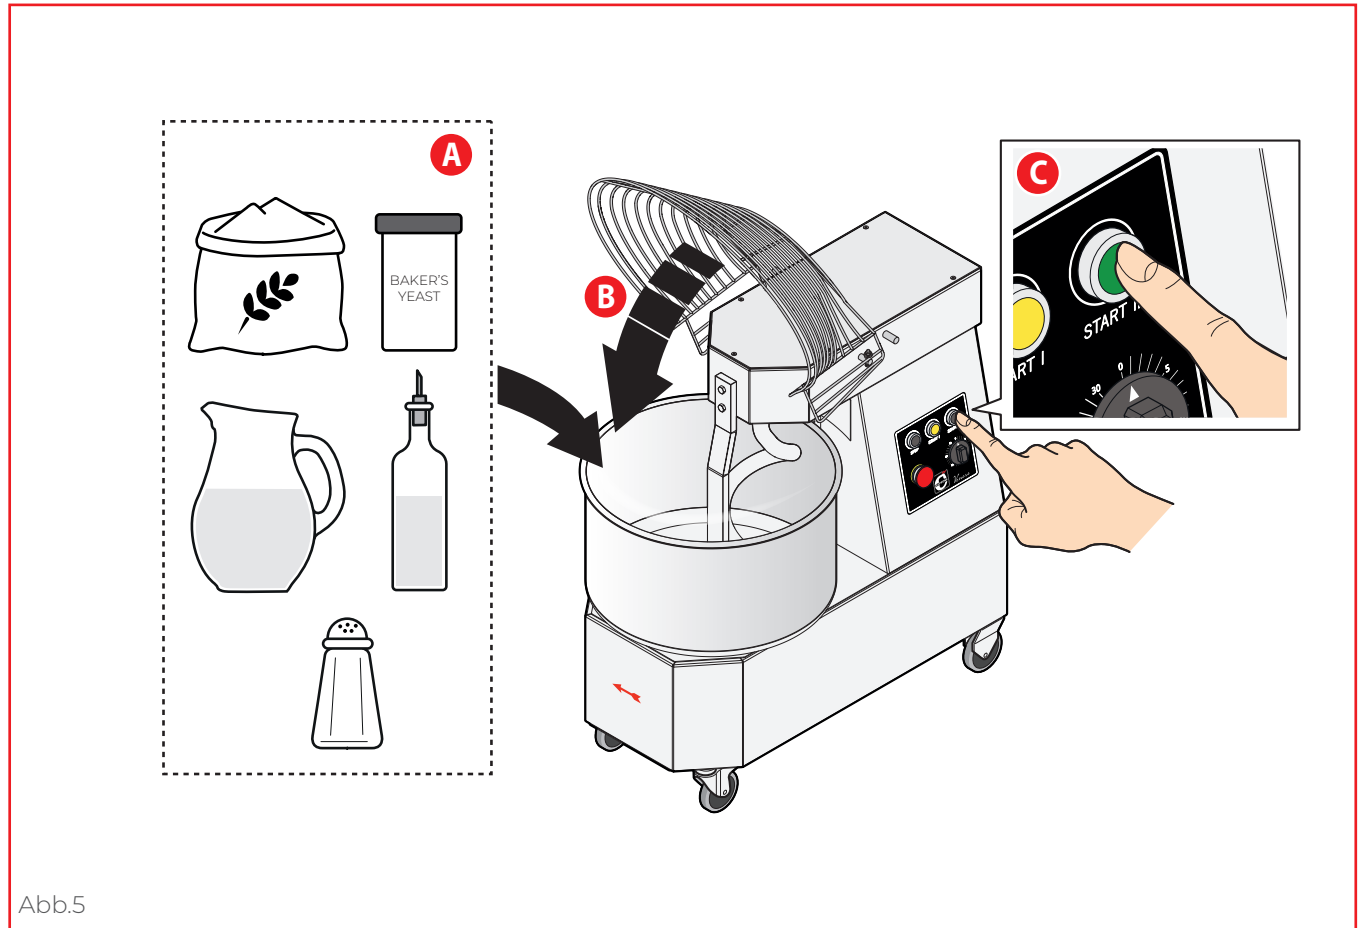

Abb.5
► **Abb.5** Die Maschine mischt den Teig durch die Drehbewegung des Behälters und der Spirale aus Stahl. Beim ersten Gebrauch ist sie sorgfältig zu reinigen, wobei die Angaben im entsprechenden Kapitel zu befolgen sind.